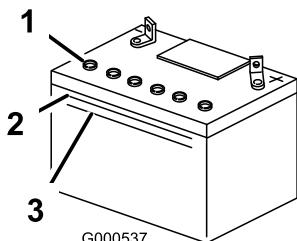

Figure 42
1. Observez le côté de la batterie. Le niveau de l'électrolyte doit atteindre le trait **supérieur** (Figure 42). Le niveau d'électrolyte ne doit pas descendre au-dessous du trait **inférieur** (Figure 42).
3. Enlevez les bouchons d'évent de la batterie (Figure 42)
4. Versez de l'eau distillée avec précaution dans chaque élément jusqu'au repère supérieur (Figure 42) sur le côté de la batterie.
5. Attendez cinq à dix minutes après avoir rempli les éléments. Au besoin, ajoutez de l'eau distillée pour amener le niveau jusqu'au repère supérieur sur le côté de la batterie (Figure 42).